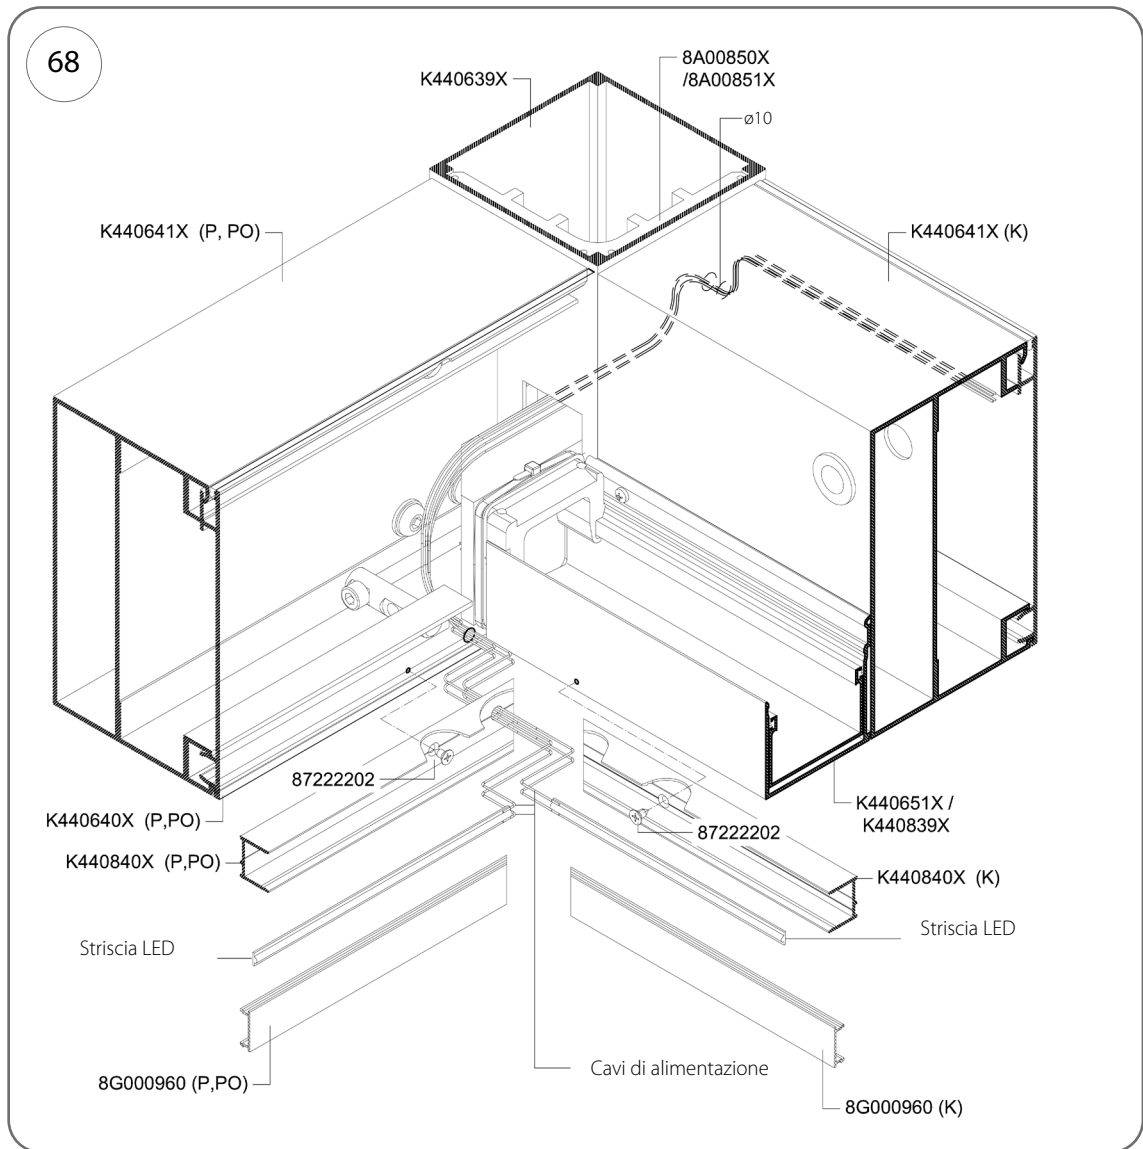

Fig. 68
3. Far passare le estremità dei cavi della striscia LED attraverso il foro di 8 mm di diametro nel correntino e attraverso il montante fino al travetto (Fig. 68).